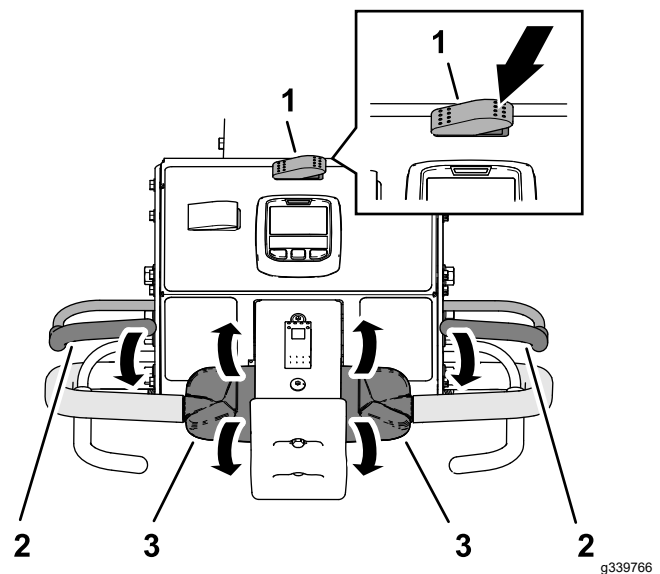

Figura 87
3. Premete il lato destro dell'interruttore trasporto/arieggiatura selezionando ARIEGGIATURA (**Figura 87**).
5. Stringete la maniglia destra o sinistra e la barra di presenza dell'operatore (Figura 87) e spingete la barra verso la maniglia.